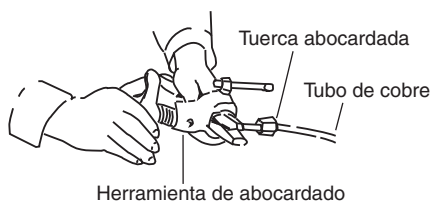

Fig. 5-3
- (3) Extraiga la tuerca abocardada de la unidad y asegúrese de colocarla en el tubo de cobre.
- (4) Abocardé el extremo del tubo de cobre con una herramienta de abocardado. (Fig. 5-3)